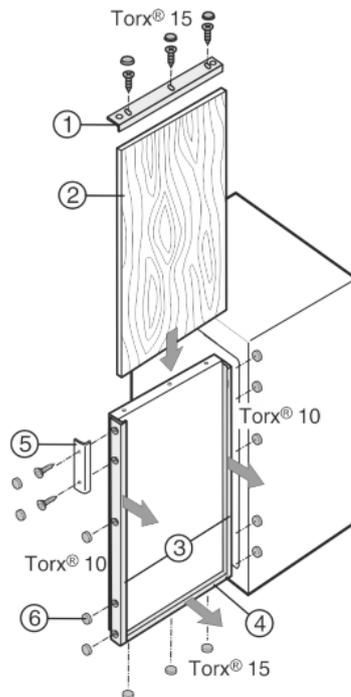

Fig. 39
- ▶ Открутите декоративную рамку Fig. 39 (1) сверху.
- ▶ На всех остальных декоративных рамках Fig. 39 (3, 4) винты нужно только ослабить и сдвинуть декоративные рамки вперед.
- ▶ Вдвиньте декоративную панель Fig. 39 (2).
- ▶ Сдвиньте декоративную рамку Fig. 39 (3, 4) назад и прикрутите.
- ▶ Заново прикрутите декоративную рамку Fig. 39 (1) сверху.
- ▶ Прикрутите ручку Fig. 39 (5).
- ▶ На всех головках винтов защелкните накладку Fig. 39 (6).